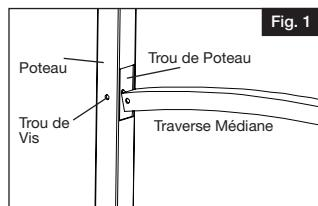

Fig. 1
- Insérer les extrémités de la traverse médiane incurvée dans les trous de chaque poteau en s'assurant que les trous de la traverse sont alignés sur les trous du poteau (Fig. 1).